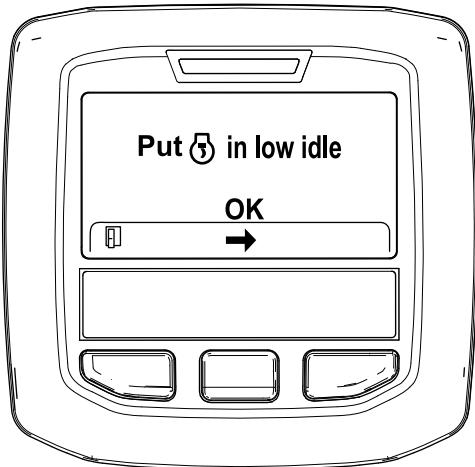

Figura 37
- Mueva el control del acelerador a RALENTÍ BAJO y pulse el botón central (Figura 37).